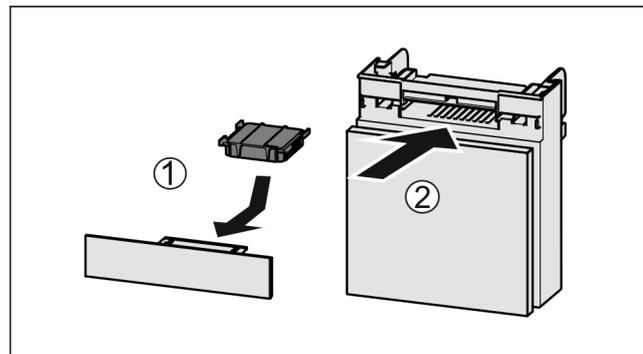

Fig. 51
- ▶ Aktivkohlefilter nach Abbildung einsetzen Fig. 51 (1).
- ▶ Fach einschieben *Fig. 51 (2)*.